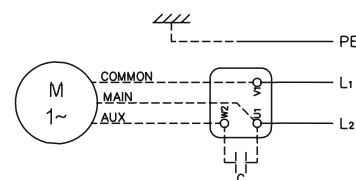
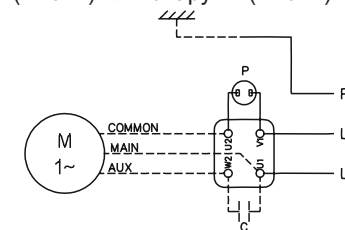

Рисунок 1
Рисунок 2
- Для однофазной модели выполните подключение в зависимости от того, где находится устройство тепловой и токовой защиты "P" - внутри (Рис. 1) или снаружи (Рис. 2).